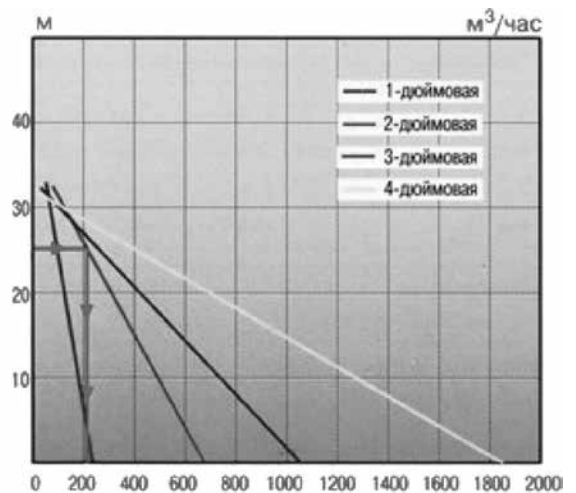

Рис. 13
7. На графике зависимости высоты подъема от производительности мотопомпы (**Рис. 13**) находим величину расхода, она составляет примерно 200 л.